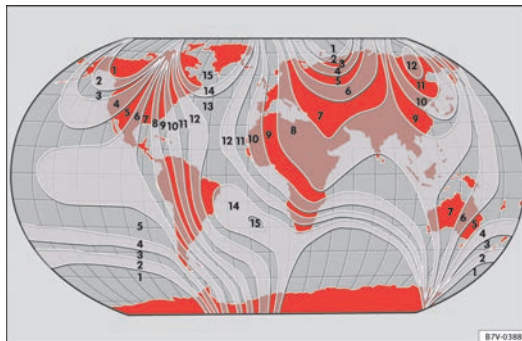

Fig. 36 Zone magnetiche.
- Selezionare la zona magnetica corrispondente alla situazione del veicolo ⇒ **fig. 36**.